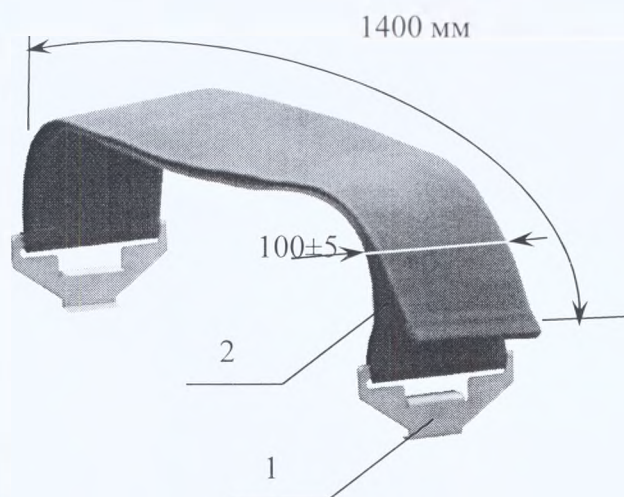

Рисунок 4 – Ремень для фиксации туловища.
4. Ремень для фиксации туловища (поясной ремень). Рисунок 4. Мягкий синтетический ремень шириной 100 мм с крепежными зацепами, регулируется по длине.